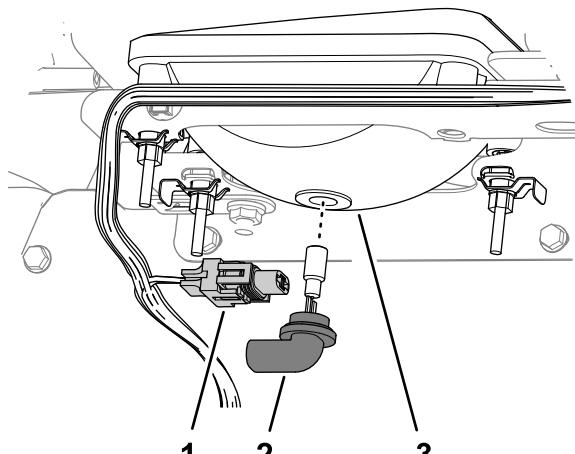

Рисунок 50
3. Отсоедините электрический разъем жгута проводки от разъема на лампе в задней части корпуса фары (Рисунок 50).
- Поверните лампу в сборе на 1/4 оборота против часовой стрелки и одновременно перемещайте ее назад, чтобы извлечь из корпуса фары (Рисунок 50).
- Вставьте новую лампу в сборе и корпус фары, совместите выступы в лампе с пазами в корпусе фары (Рисунок 50).
- Закрепите лампу в сборе, повернув ее на 1/4 оборота по часовой стрелке (Рисунок 50).
- Подсоедините электрический разъем жгута к разъему нового узла лампы (Рисунок 50).